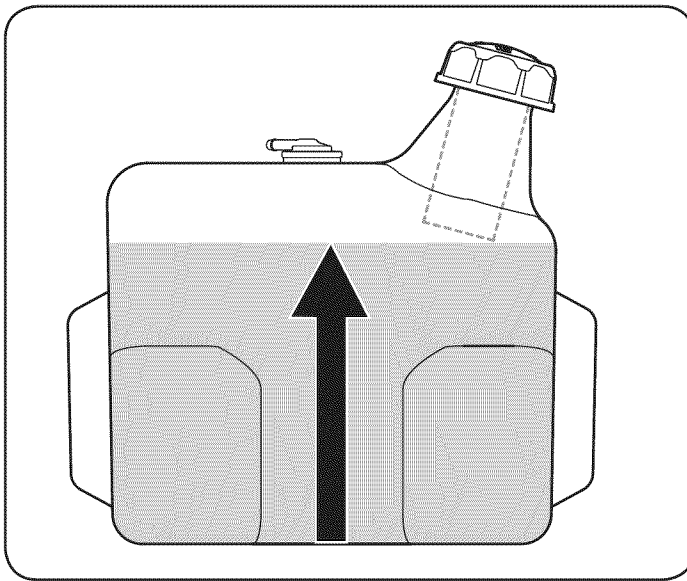

Figure 35
**Nota:** El tractor está equipado con una tapa de atado, combustible trinquete. Deje de llenar el tanque una vez que el combustible es visto dentro de la boca de llenado. Esto asegura que una expansión del volumen adecuado se crea lo contrario, el combustible se puede derramar la creación de una situación peligrosa. NO rematar el tanque de combustible. Véase la Figure 35.